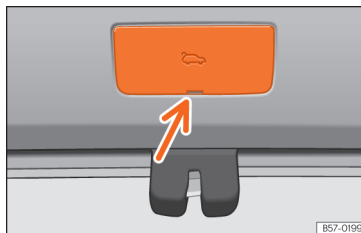

Fig. 60 Portbagaj: acces la deblocarea manuală.
- Scoateți capacul, utilizând cheia mecanică pe post de pârghie >>> **fig. 60**.